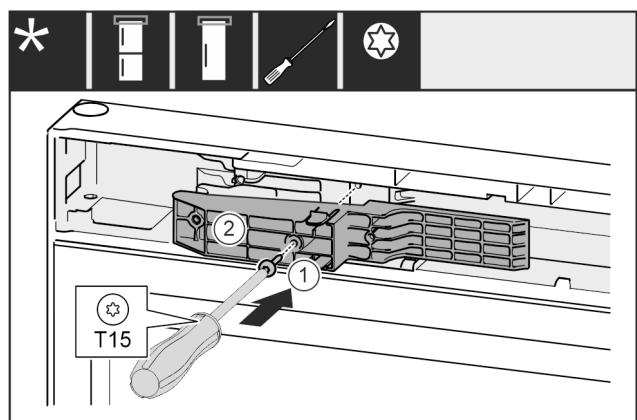

Fig. 69 *
- ▶ Włożyć element adaptera Fig. 69 (1) w zagłębienie po stronie uchwytu.*
- ▶ Przykręcić śrubę Fig. 69 (2) śrubokrętem.*